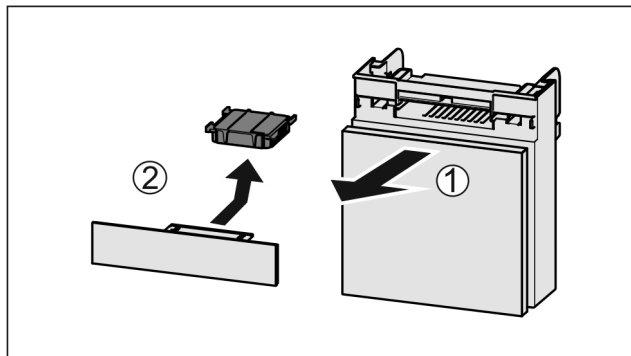

Fig. 96
- ▶ Вытянуть Fig. 96 (1) отделение движением вперед.
- ▶ Извлечение Fig. 96 (2) фильтра с активированным углем.